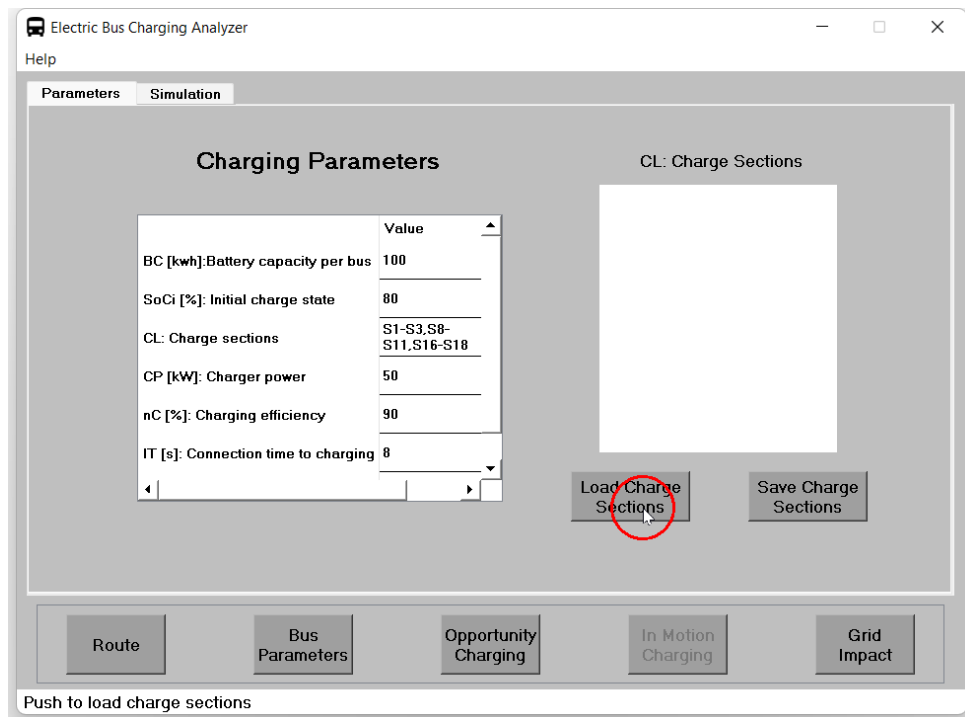

Figura 33: Cargar paradas para selección de posición de cargadores.
1. Se presiona el botón **Load Charge Sections** para cargar las opciones de selección de secciones electrificadas de la ruta (figura 33).